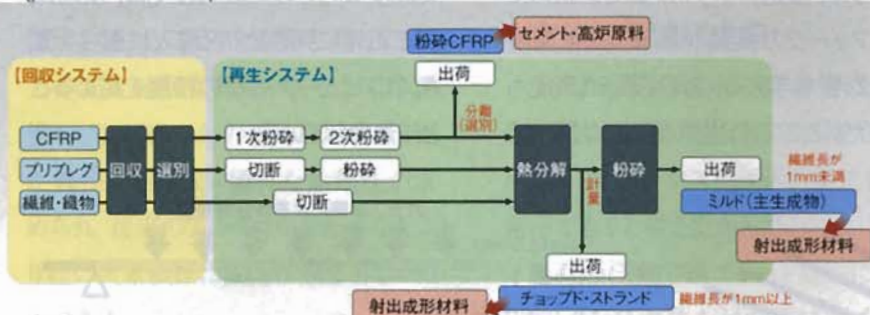

図1 炭素繊維協会によるリサイクルプラントの概要
**炭**素繊維メーカーが、繊維や炭素繊維強化プラスチック (CFRP) のリサイクル技術の開発に本腰を入れ始めた。業界団体の炭素繊維協会が、福岡県大牟田市に建設した実証リサイクルプラントの試験運用を2008年4月に開始するのだ (図1)。